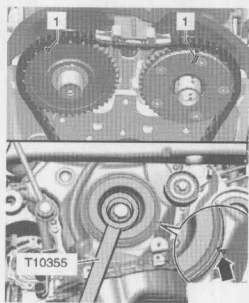
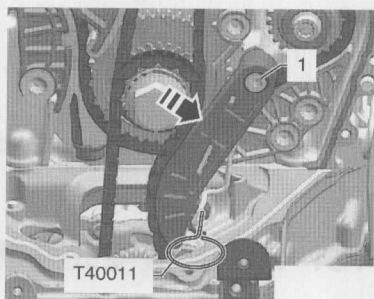

图1-3-5 减振器旋出至上止点位置
图1-3-6 拆机油泵链
⑧用对角式支架T10355将减振器旋转至上止点位置,如图1-3-5所示。减振器上的切口必须与正时链下部盖板上的箭头标记相对,凸轮轴的标记1必须朝上。
⑨拆卸正时链下部盖板。
⑩沿图1-3-6所示箭头方向按压机油泵的链张紧器,并用定位销T40011进行固定,旋出螺栓1,取下机油泵的链张紧器,从曲轴链轮上取下机油泵的正时链。